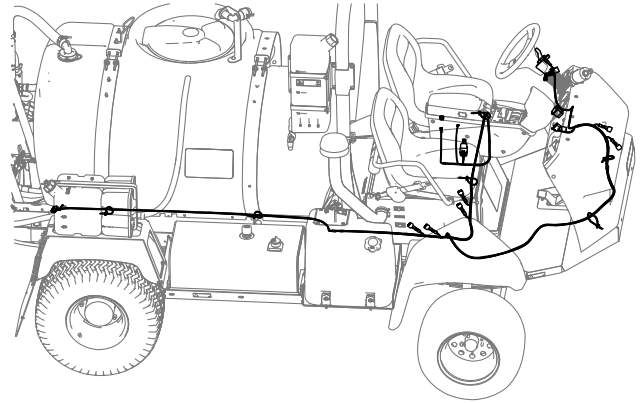
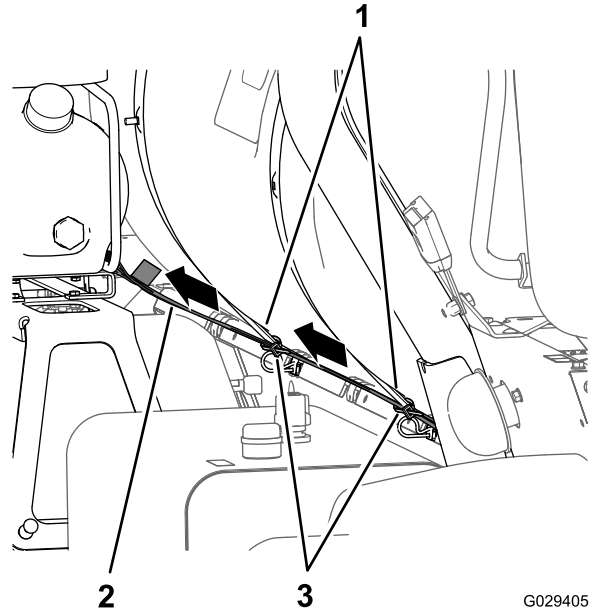

图 8
图 9
1. 如 图 8 和 图 9 所示找到带有 4 插槽接头的线束 236cm——压缩机支管并将线束支管安装到药缸的后面。